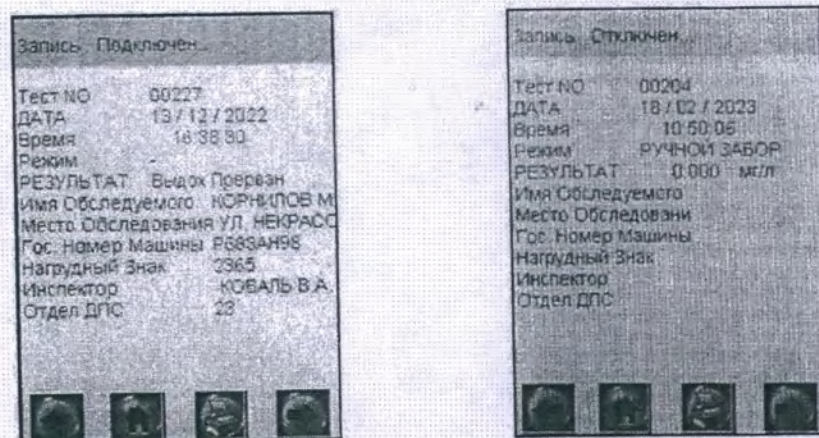
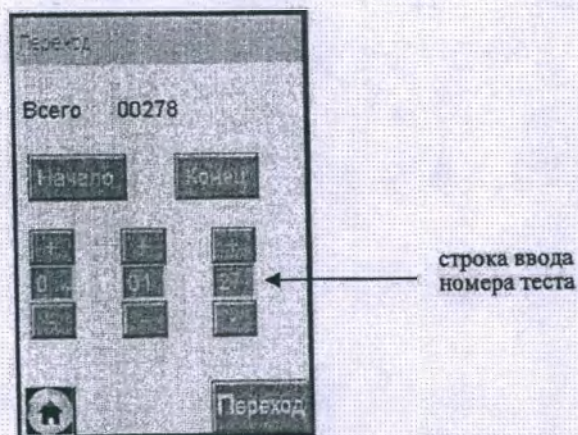

Рисунок 27 – Просмотр памяти тестов
Рисунок 28 – Быстрый переход к требуемому протоколу
На сенсорном экране появится окно «Запись» с протоколом последнего измерения или последнего просмотренного протокола (рисунок 27).
2.13.3 Если измерения производились в режиме измерений с вводом данных, результаты измерений хранятся в памяти совместно с автоматически сохраняемыми данными (согласно 1.4.7 настоящего РЭ) и с данными, введенными в предназначенные для заполнения поля (рисунок 27, слева).
2.13.4 Если измерения производились в режиме измерений без ввода данных, в памяти хранятся только результаты измерения совместно с автоматически сохраняемыми данными (согласно 1.4.7 настоящего РЭ) (рисунок 27, справа).
– находясь в окне «Запись» (рисунок 27), зажмите и удерживайте сервисную кнопку и кратковременно нажмите на кнопку включения/выключения, отпустите обе кнопки; на экране появится окно перехода к требуемому протоколу (рисунок 28);